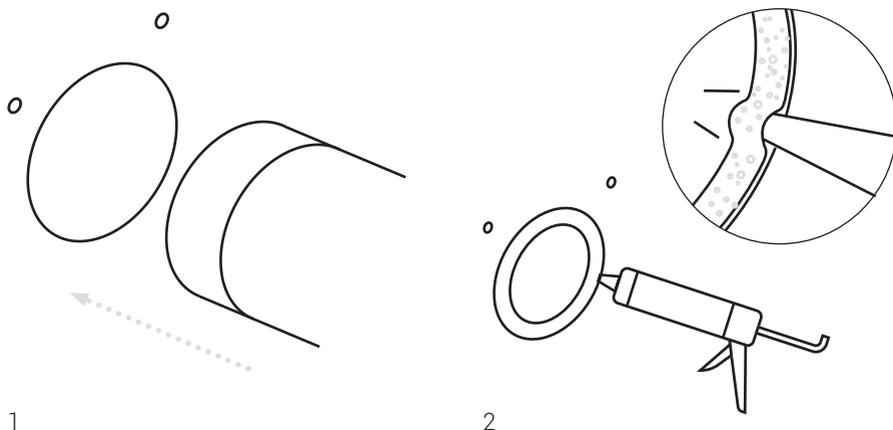

Рисунок 6.6 – Установка теплоизоляционной трубы
9. Установите трубу в воздушный канал, сориентировав решетку в сторону улицы (рис. 6.6, поз. 1). Ламели решетки должны быть направлены вниз. Выступающий внутрь помещения конец трубы отрежьте в один уровень со стеной. Нанесите нейтральный силиконовый герметик непрерывным контуром между трубой и вентиляционным каналом со стороны комнаты (рис. 6.6, поз. 2).